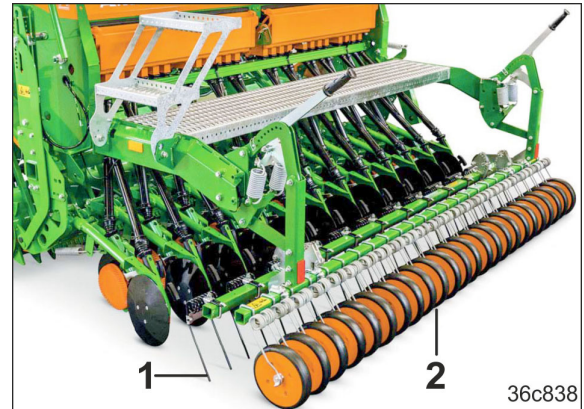

Fig. 68
- harrow tines (Fig. 68/1),
- press rollers (Fig. 68/2).